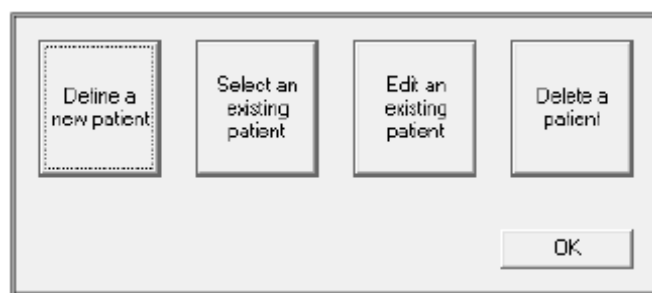

Figura 107: Tela do Paciente Enfant®
1. Clique em **Editar um paciente existente** (Figura 107).